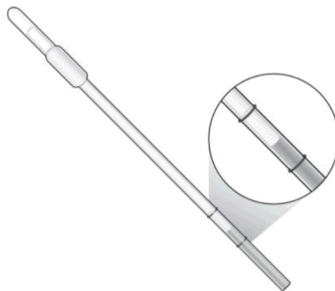

Abbildung 2. Darstellung eines angemessenen Probenpuffer (SB)-Füllstands bei Verwendung des Einweg-Übertragungswerkzeugs (DTT).
4. Öffnen Sie die linke Seite des Beutels (bei nach oben zeigendem Etikett), der die PIE enthält, und entnehmen Sie sie aus dem Beutel. Sobald der Beutel geöffnet ist, muss die PIE innerhalb einer (1) Stunde verwendet werden.
5. Entnehmen Sie das DTT aus der rechten Seite des Beutels und aspirieren Sie damit den Probenpuffer (SB, Sample Buffer), indem Sie den gesamten Ballon zusammendrücken. Der Füllstand im DTT muss zwischen den zwei (2) Markierungen liegen (**Abbildung 2**). Wenn der Füllstand außerhalb der zwei (2) Markierungen liegt, geben Sie den SB komplett in das SBT und wiederholen Sie diesen Schritt, bis der Füllstand zwischen den zwei (2) Markierungen liegt, wie in **Abbildung 2** angegeben.